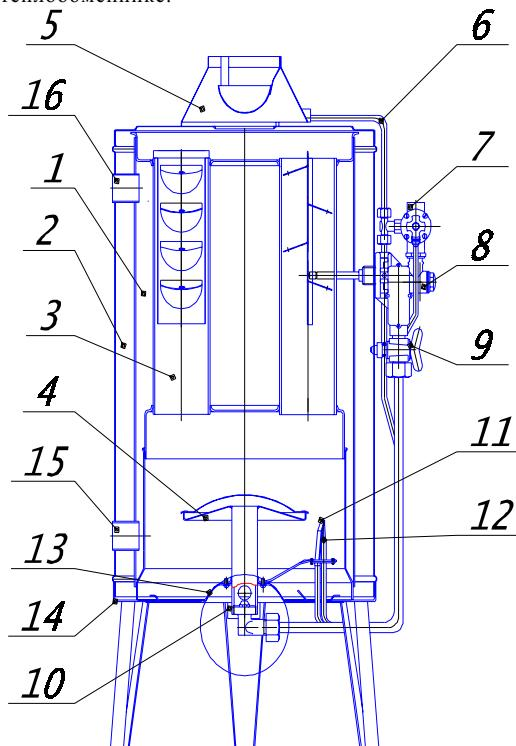

Рис. 1. (исп. 1). Схема аппарата отопительного газового бытового с водяным контуром:
2.2. Основные показатели аппаратов исп. 1 (рис. 1), исп. 2 (рис. 2).
5.1. Аппарат исп. 1 (рис. 1) состоит из следующих узлов: теплообменника, кожуха, устройства газогорелочного, крана газового, зонта с обтекателем, автоматики безопасности и регулирования, которая включает клапан газовый магнитный с фильтром, термопару, горелку запальную, терморегулятор и автоматику по тяге.
6.11. При устранении неисправностей в устройстве газогорелочном или для прочистки основной и запальной горелок произвести следующие подготовительные работы: отсоединить трубы горелок и термопару от узла автоматики, повернуть поддон по оси до прорези в основании 14 (см. рис. 1 (исп. 1)) и в раме 14 (см. рис. 2 (исп. 2)), вывести поддон из прорези в основании и извлечь его из-под аппарата, после выполнения указанных операций вернуть все в первоначальное положение, закрепив трубы горелок и термопару к узлу автоматики.